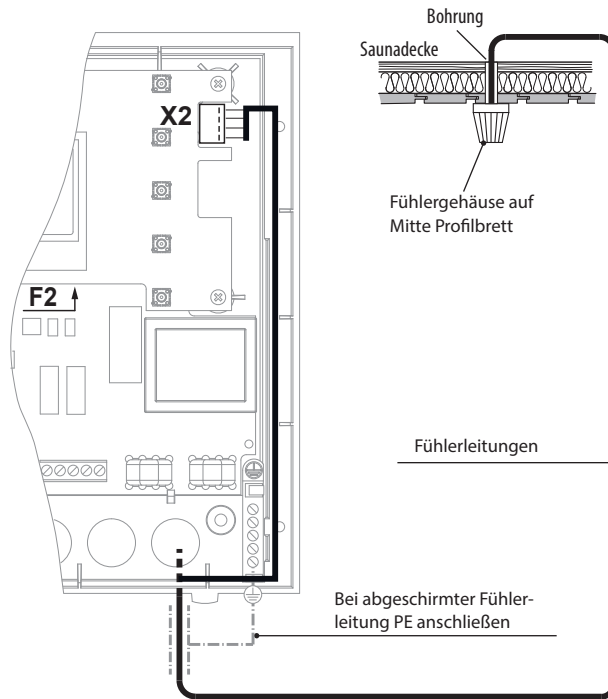

Abb. 11
5. Föhren Sie die Föhlerleitungen zum Steuergerät und föhren sie durch die rechte Kabeleinföhung in das Gerät. Verlegen Sie die Föhlerleitungen innerhalb des Steuergerätes wie in Abb. 11 gezeigt. Schließen sie die Föhlerleitungen gemäß Abb. 12 an. Hierzu wird der Stecker X2 von der Platine abgezogen und nach dem Anschließen wieder eingesteckt.